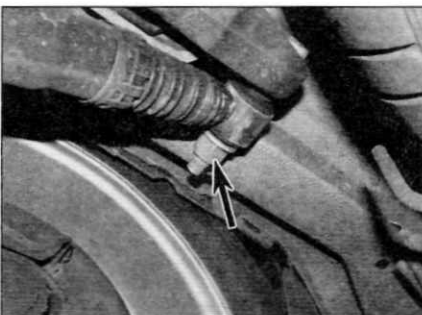

Рис. 14.3, а. Отверните верхнюю гайку (отмечена стрелкой)
- 3 Придержите болты и отверните верхние и нижние гайки крепления амортизатора (рис. 14.3, а, б). Снимите шайбы.